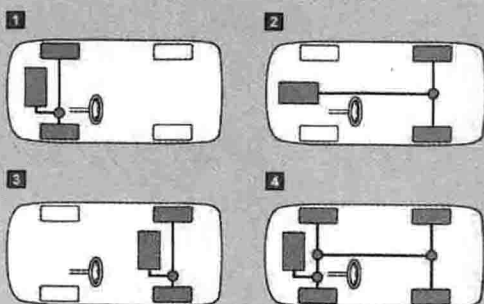

图 1-12 按驱动形式分类
(5) **按驱动形式分类** 车辆可通过发动机和驱动轮位置、驱动轮数量来分类(图 1-12):